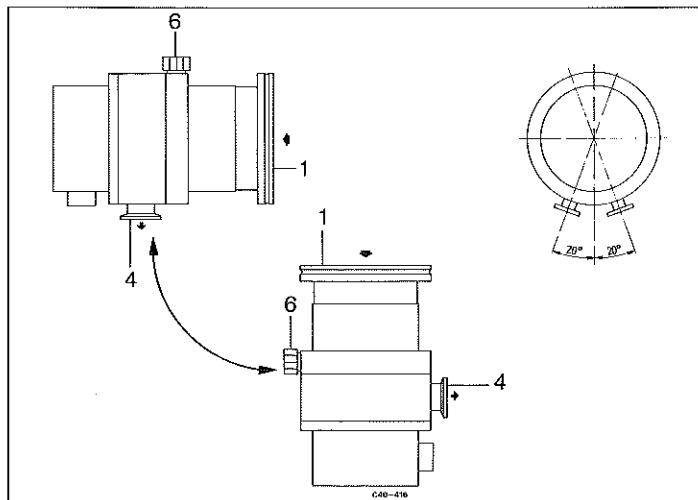

Fig. 4
- Weicht die Einbaulage von der Vertikalen ab, muß die Pumpe mit dem Vorvakuumschluß 4 nach unten eingebaut werden. Eine maximale Abweichung von 20° nach links oder rechts ist zulässig (Fig. 4).
- If the installation attitude deviates from perpendicular, the pump must be installed with the roughing vacuum connection 4 facing downwards. A maximum deviation of 20° to the left or right is permitted (fig. 4).
- Cette position de montage dévie-t-elle par rapport à la verticale, le manchon de raccordement au vide primaire (4) doit alors être orienté vers le bas. Une déviation de 20° vers la gauche ou vers la droite est admise (fig. 4).